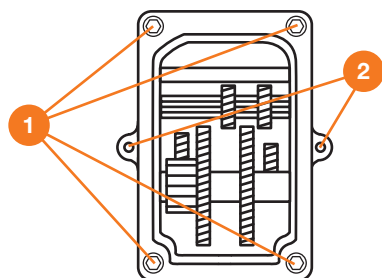

Рис.5
- Выкрутите из редуктора болты крепления ❶ (Рис.5).